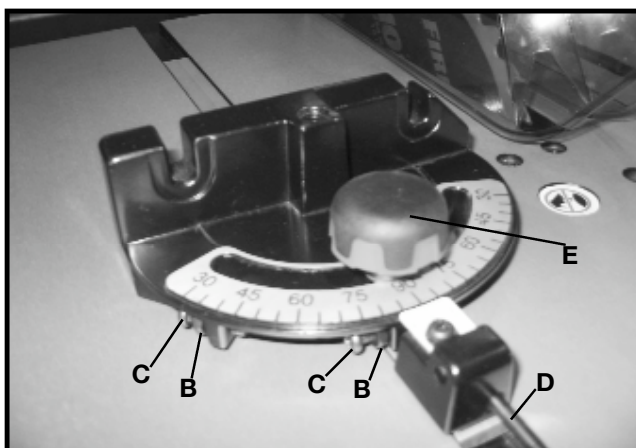

Fig. 41
El calibrador de inglete viene con topes indicadores regulables en forma individual a 90 grados y 45 grados a derecha e izquierda. Puede ajustar los topes indicadores si afloja las tuercas de bloqueo (B), Fig. 41, y ajusta o afloja los tres tornillos de ajuste (C) hasta que entren en contacto con el otro extremo de la clavija del tope (D) cuando el calibrador de inglete esté a 90 y 45 grados de la hoja de la sierra. A continuación, ajuste las tuercas de bloqueo (B).
Para operar el calibrador de inglete, simplemente afloje la perilla de bloqueo (E), Fig. 41, y mueva el cuerpo del calibrador de inglete al ángulo deseado. Al presionar la clavija del tope (D), el cuerpo del calibrador de inglete se detendrá a 90 grados y a 45 grados a la derecha y a la izquierda. Para girar el cuerpo del calibrador de inglete más allá de estos puntos, presione la clavija del tope hacia afuera (D).